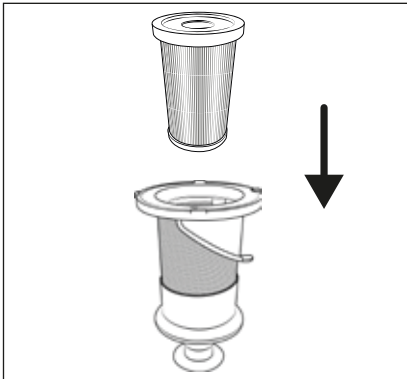

Fig. 22
- 7) Insérez le filtre HEPA **5** dans le filtre en acier inoxydable **6** (voir fig. 22).